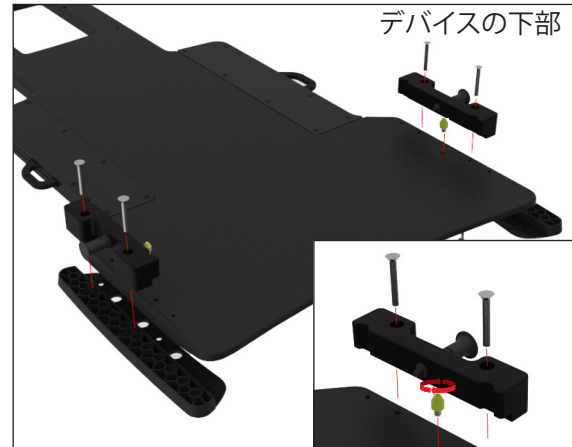
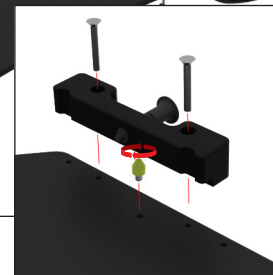

図2
図2a
2. 黄色いコーン型の位置決めアダプターをデバイス下部に直接取り付けます (取り付けは両側に1つずつ)。(図2と図2a)